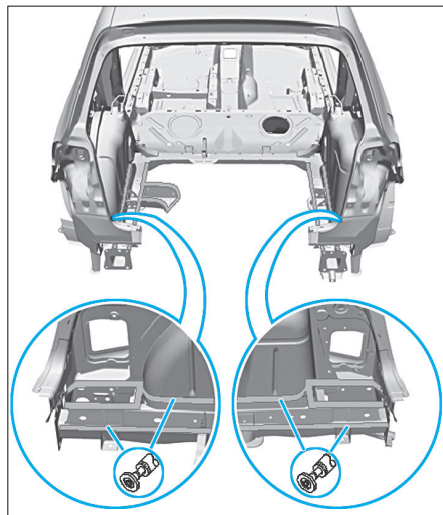

FIG. 156
- Préparer les zones d'accostages, puis éliminer entièrement les restes de colle et poncer à nu les surfaces de collage et les morceaux de tôle restants (Fig.156).